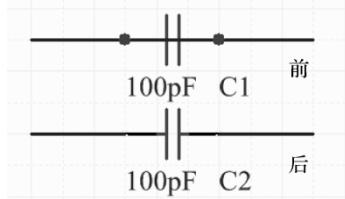

图 2-21 元件割线
- (1) 优化走线和总线：这个选项主要针对画线，对于重复绘制的电气导线会进行移除。
- (2) 元件割线：开启此项设置之后，如图 2-21 所示，当移动元件到导线中央时，导线会自动从中间断开，把元件嵌入到中间。